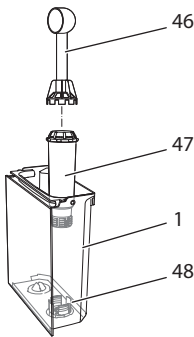

Fig. 25: Skru inn og ut vannfilteret
- Fjern vannfilteret når apparatet oppfordrer til det (se Fig. 25, side 270).